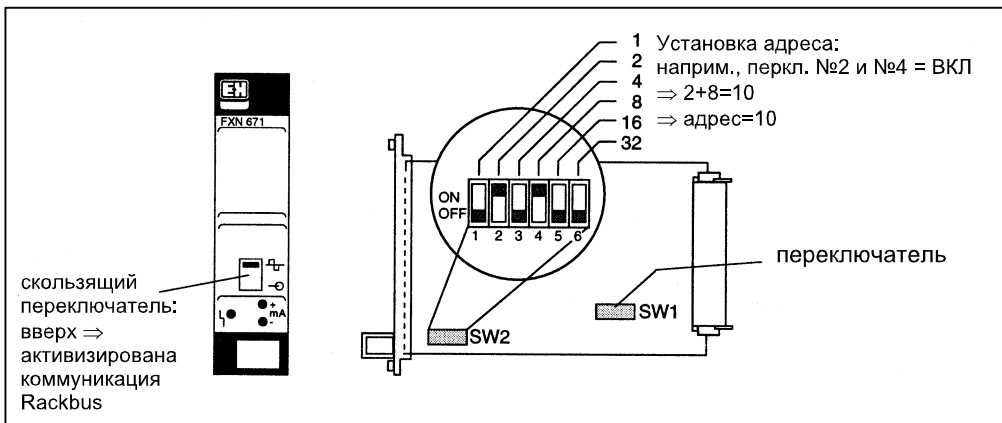

Рис. 31: Настройка FXN 671
- Переместите вверх переключатель на лицевой панели FXN 671 (см. рис. 31) ⇒ активизирована коммуникация Rackbus.
- Переключатель SW 1 открыт (Рис. 31) ⇒ Резистор 250 Ом подключен.
- Установите адрес Rackbus с помощью DIP-переключателей SW 2 (Рис. 31) ⇒ Устанавливается адрес 0...63.